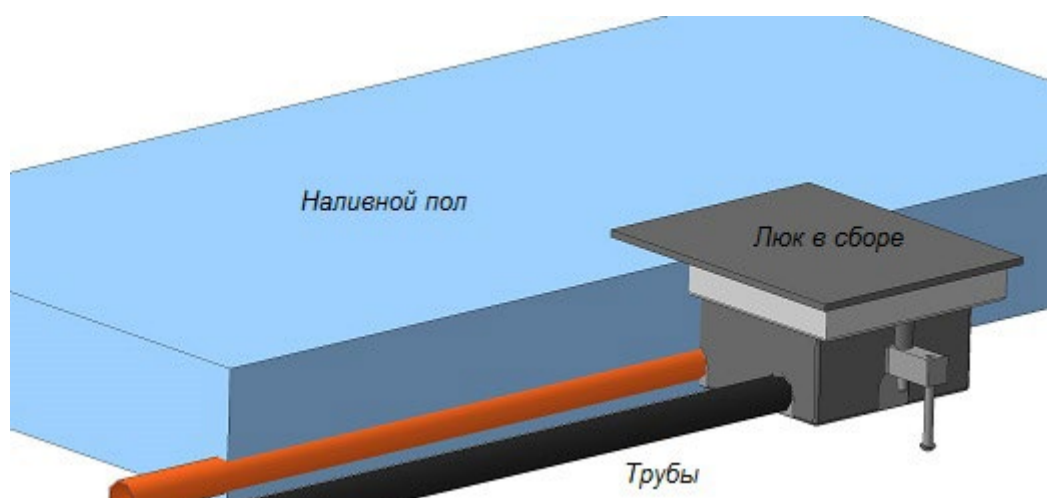

Рис. 6
4. В коробке люка удалить защитные вставки в перфорированных отверстиях, завести кабели в коробку люка и установить люк (рис. 6).